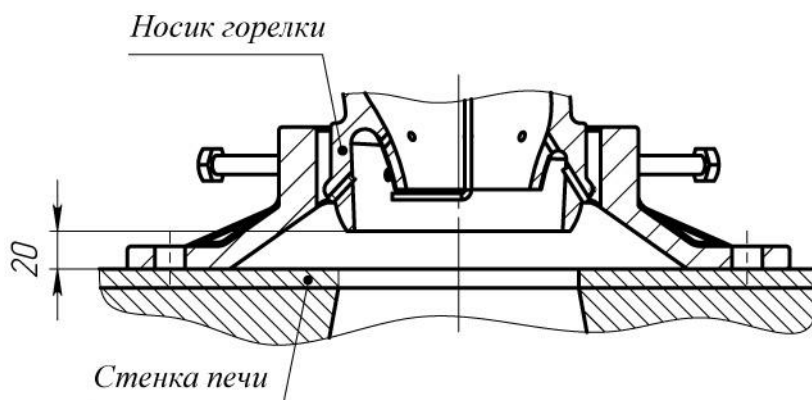

Рисунок 9 – Установка кронштейна для фиксации носика горелки
4.2.3 Установить горелку СПЛАВ в требуемом положении. Для правильной установки горелки рекомендуется использовать кронштейн, позволяющий фиксировать положение носика горелки относительно стенки печи (см. рис. 9).